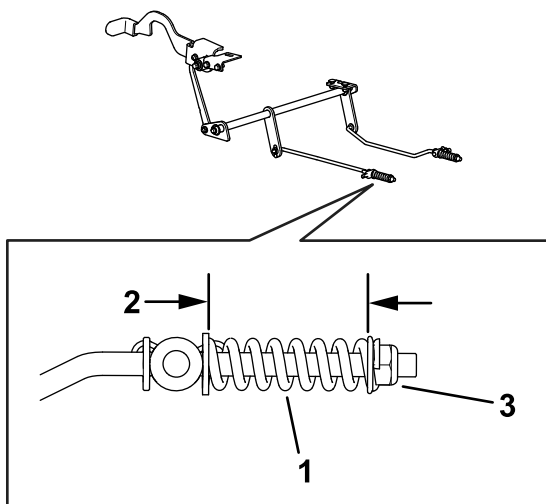

Figura 61
8. Verificați ambele lungimi de arc aa cum se arată în Figura 61. Dacă este necesară o reglare, rotiți în sensul acelor de ceasornic piulă de reinere a arcului pentru a scurta arcul i în sens invers al acelor de ceasornic pentru a-l lungi. Repetați pasul 6.